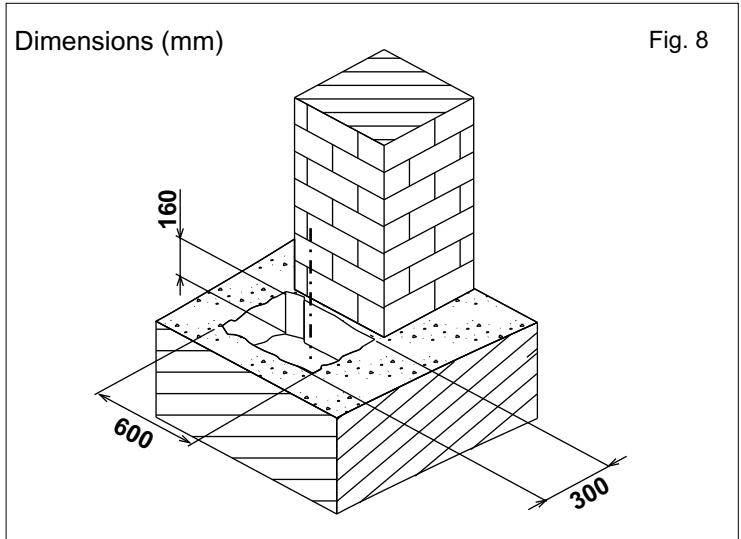

Fig. 8
2.1. La tranchée qui contiendra la caisse non portante doit avoir les dimensions indicatives reportées dans Fig. 8.